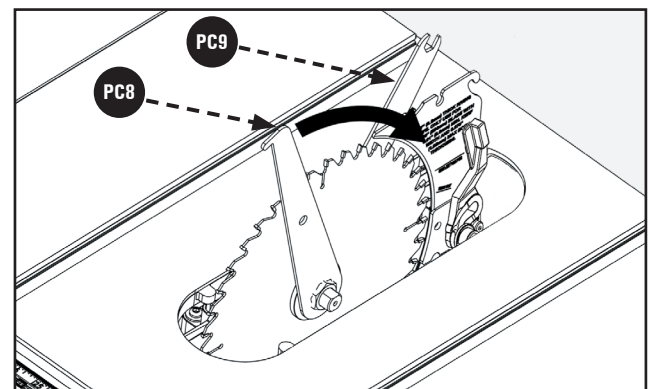

FIGURA 9
7. Ajuste la tuerca con las llaves de la hoja **PC8** y **PC9**. La llave de punta abierta podrá colocarse en el eje del mandril entre la arandela bridada interna y el conjunto del motor (si es necesario, gire el eje del mandril para alinear las partes planas en el eje del mandril con la llave). Una llave de punta cerrada podrá colocarse en la tuerca. Consulte la Figura 9.